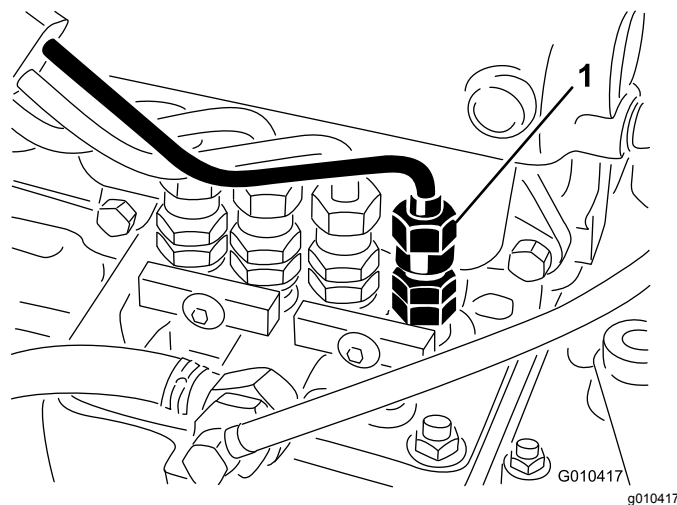

Figure 36
1. Desserrez le raccord entre l'injecteur N° 1 et le porte-injecteurs sur la pompe d'injection (Figure 36).